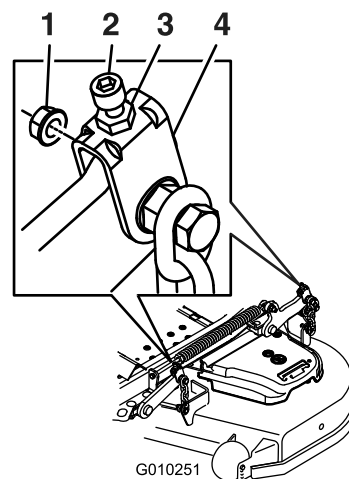
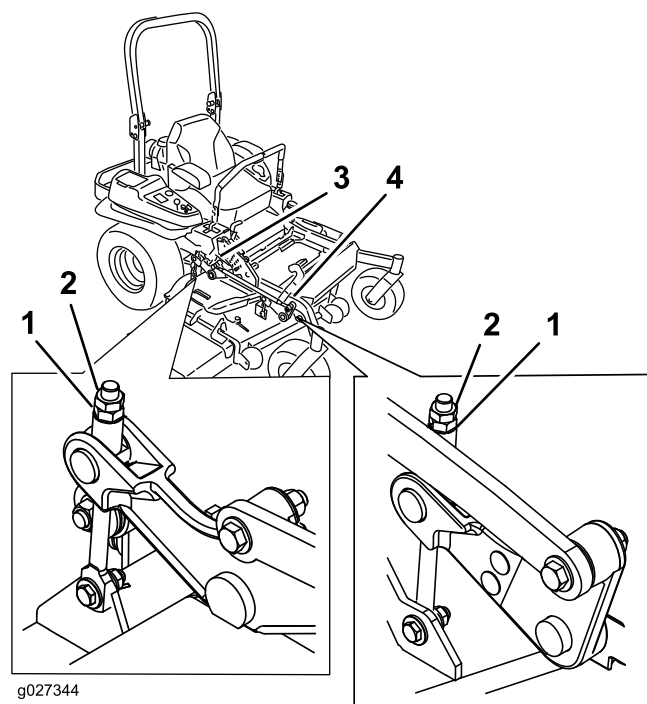

Figure 106
Figure 107
10. Ajustez précisément le serrage de l'écrou de réglage sur l'ensemble de levage du tablier avant (Figure 106 ou Figure 107).
16. Ajustez précisément la vis de réglage en la tournant jusqu'à obtention d'une hauteur de 8,3 mm (3¼ po) (Figure 107).